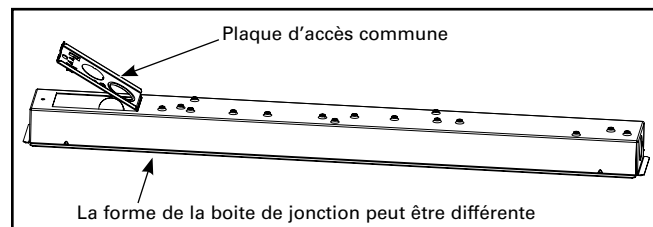

Figure 1.
1. Retirez la plaque d'accès pour pouvoir atteindre les fils (Figure 1).